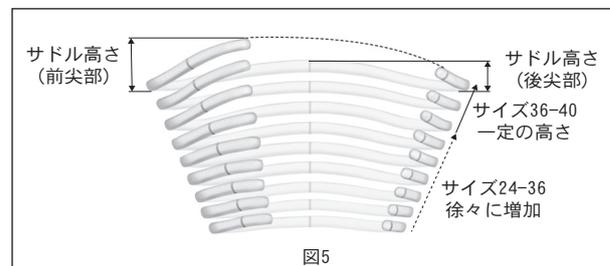

図5
- * サドルの高さも、閉じた後尖部から開いた前尖部へとしだいに高くなっています。交連部に対するサドル高さの割合は、サイズ24mm～36mmでは徐々に高くなり、サイズ36mm～40mmでは一定です（図5）。